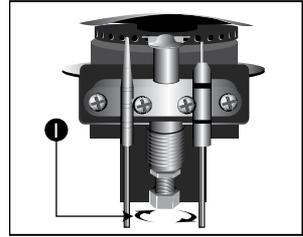

Figura 19
- Aflojar y soltar la tuerca de alimentación de gas al piloto de encendido (Ver figura 19).